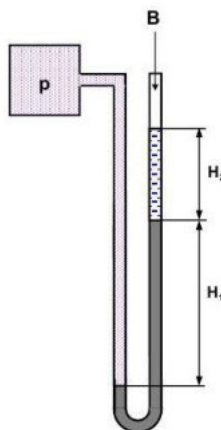

Рис. 1
5. Для определения давления газа к сосуду подключен U-образный ртутный манометр (рис.1). Высота столба ртути $H_1=500$ мм. Над ртутью в правом колене находится вода. Высота водяного столба $H_2=200$ мм. Барометрическое давление $B_0=742$ мм рт.ст. Определить абсолютное давление газа в сосуде в миллиметрах ртутного столба и в барах.